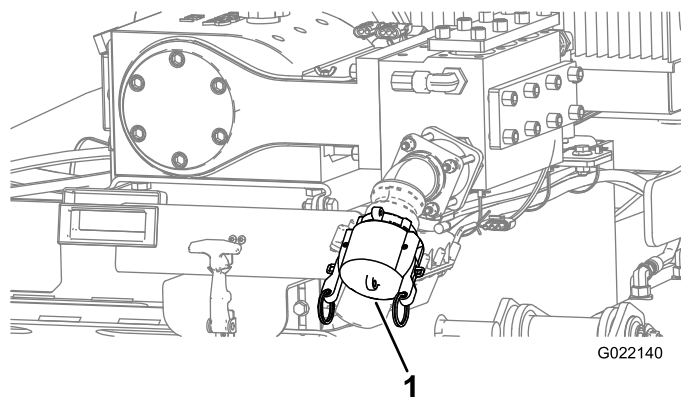

Figura 114
- C. Certifique-se de que a tampa esteja instalada na sucção da bomba de fluido de perfuração (Figura 114).